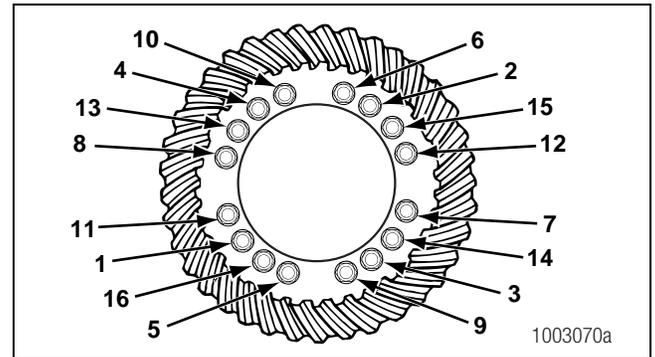

Figure 5.46
- A. Poser les quatre boulons et rondelles, ou boulons, écrous et rondelles (selon l'équipement) sur les demi-boîtiers de différentiel. La distance entre les fixations doit être égale. Serrer graduellement et en croisé les fixations au couple prescrit. Se reporter à la Section 8. Figure 5.46.